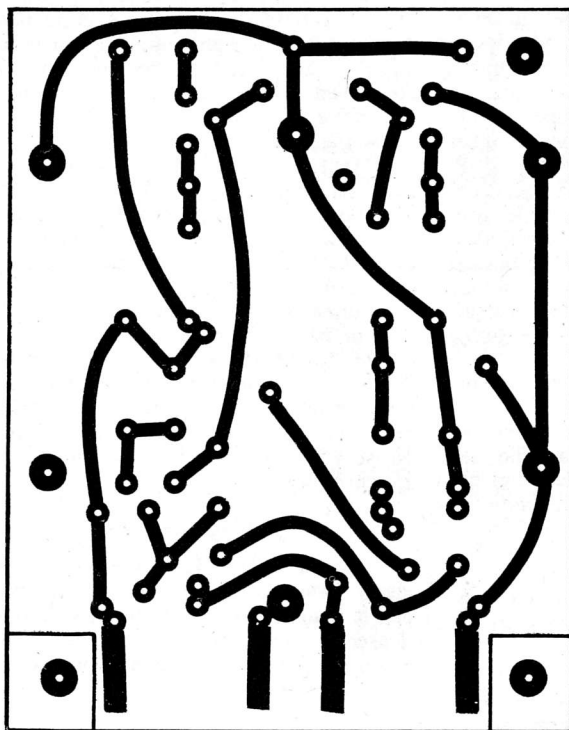
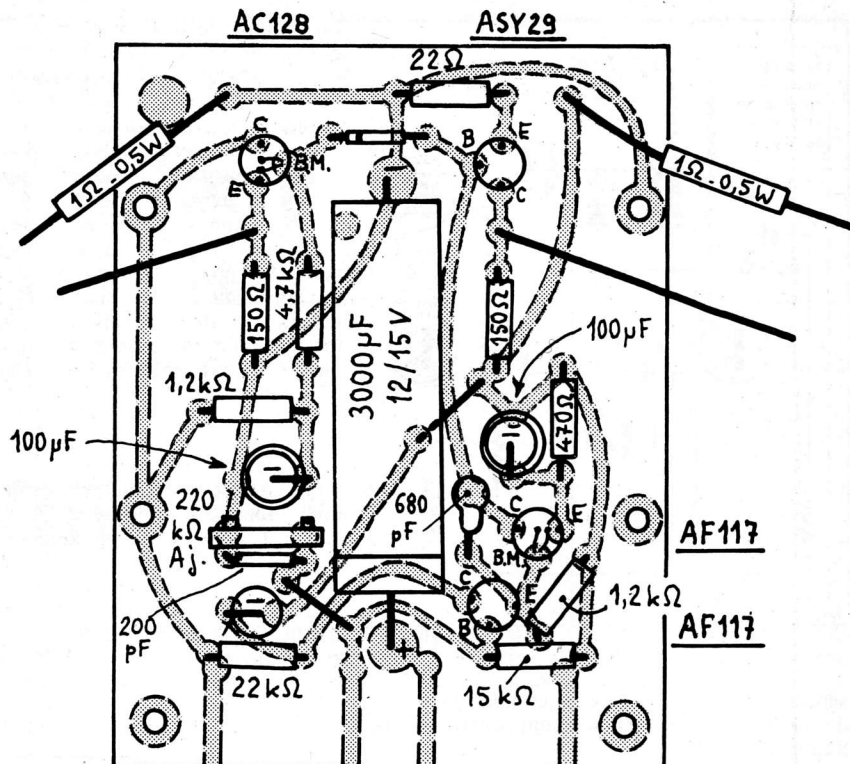
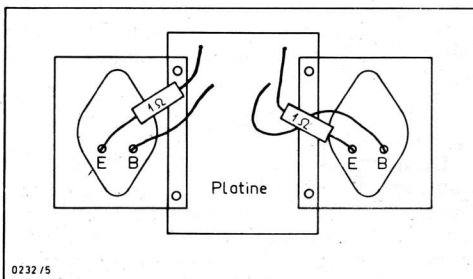

FIG. 5
FIG. 6
FIG. 7. — Branchement des transistors de sortie (la platine est celle de la figure 6).
Le montage de cet ensemble peut très bien se faire sur des barrettes à cosses comme tous les montages dont nous avons parlé précédemment, mais on peut réaliser un circuit imprimé qui permet un montage plus ramassé. La figure 5 donne la grandeur exacte de ce circuit imprimé, et la figure 6 l'emplacement de tous les éléments (1). Sur la figure 7 on voit que les transistors de puissance sont montés sur de petits radiateurs constitués par une tôle étamée. Les transistors ne seront pas isolés de cette plaque et ils seront alimentés à travers cette plaque.